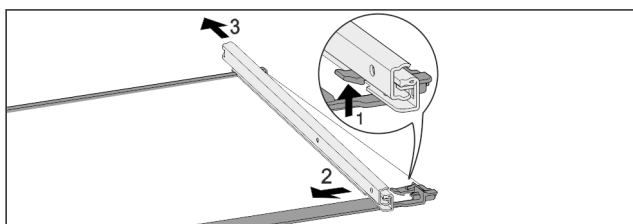

Fig. 58 Стеклая пластина с направляющими
- ▶ Отожмите передний стопорный крючок вверх. Fig. 58 (1)
- ▶ Сдвиньте выдвижную направляющую в сторону Fig. 58 (2) и назад Fig. 58 (3).